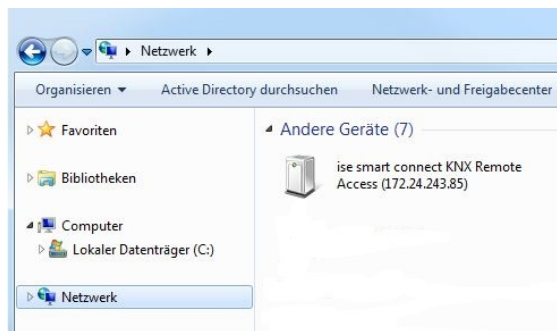

Abbildung 35: Aufruf der Gerätewebseite über Netzwerkumgebung
- Alternativ wählen Sie das Gerät in der Netzwerkumgebung (s. Abbildung 35): Doppelklicken Sie das Icon des Geräts.